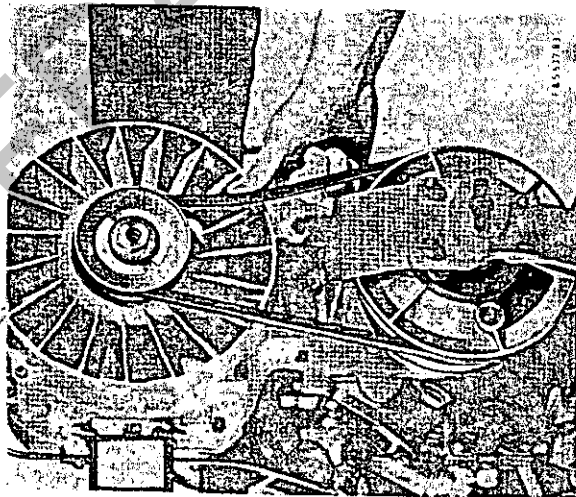

Bild 12
**Kühlung:** Der Motor ist gebläsegekühlt. Es muß daher darauf geachtet werden, daß der Keilriemen zum Antrieb des Kuhlflutgebläses stets genügend gespannt ist und damit nicht rutschen kann. Siehe Bild 12.
Die Spannung des Keilriemens soll so eingestellt sein, daß sich der Riemen mit dem Daumen noch etwa 10 – 20 mm eindrücken läßt (siehe Bild 12). Kann man den Keilriemen mehr als 20 mm tief eindrücken, so muß er nachgespannt werden. Die Einstellung der richtigen Spannung erfolgt durch Herausnehmen oder Einfügen von Zwischenscheiben zwischen den Riemenscheibenhälften auf der Lüfterwelle (siehe